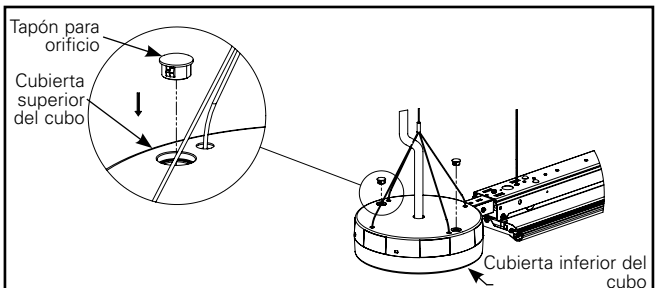

Figura 11.4.
- D. Instale tapones para orificios para cerrar los orificios en dos lugares (Figura 11.4).